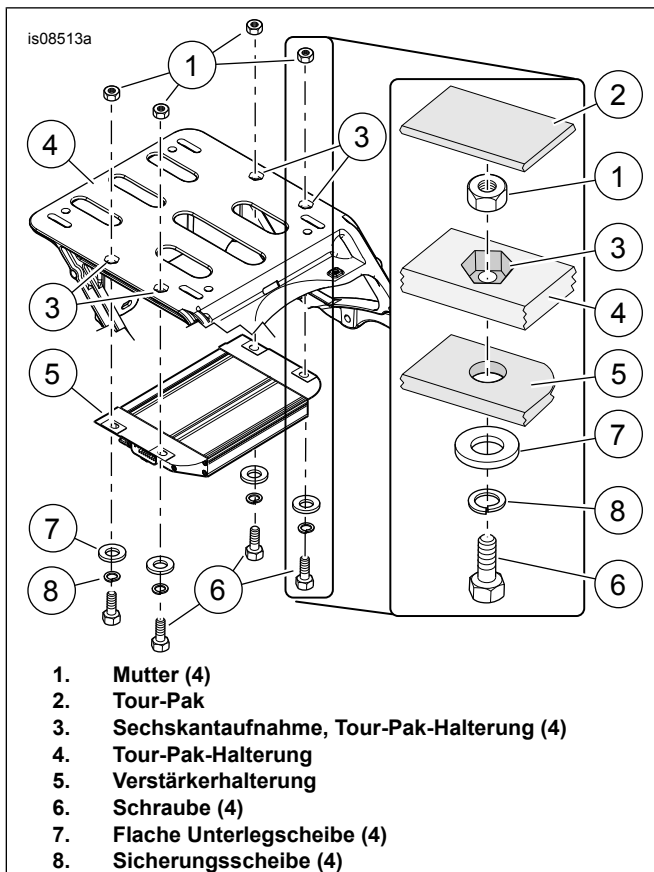

Abbildung 2. Einbau des Verstärkers
Siehe Abbildung 2. Sechskantmutter (1) in die Sechskantaufnahmen (3) an der Tour-Pak-Halterung (5) einsetzen.